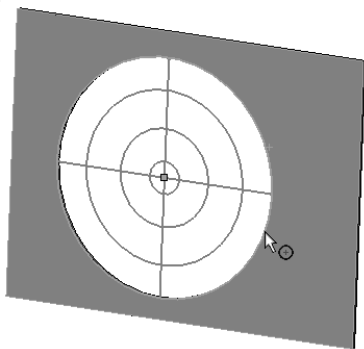

图 10-62 选择通风口的边界
2) 单击“钣金”工具栏中的 (通风口) 按钮, 或选择“插入”→“扣合特征”→“通风口”菜单命令, 或者单击“钣金”面板中的“通风口”按钮, 弹出“通风口”属性管理器。首先选择草图的最大直径的圆草图作为通风口的边界轮廓, 如图 10-62 所示。同时, 在“几何体属性”的“放置面”列表框中自动输入绘制草图的基准面作为放置通风口的表面。